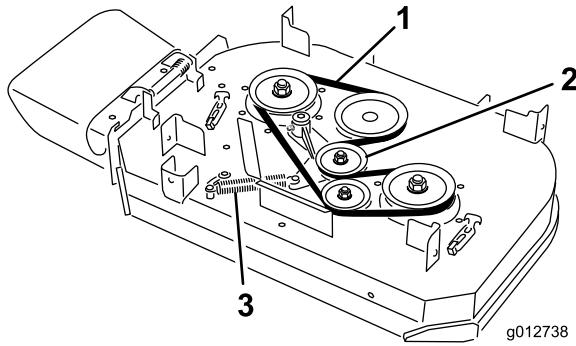

図 64
4. アイドラプーリのアームについているアンカーポストからスプリングを取り外す図 64。
5. ベルトを取り外す図 64。
6. デッキプーリとアイドラプーリに新しいベルトを掛け回す図 64。
7. アイドラプーリのアームについているアンカーポストにスプリングを取り付ける図 64。